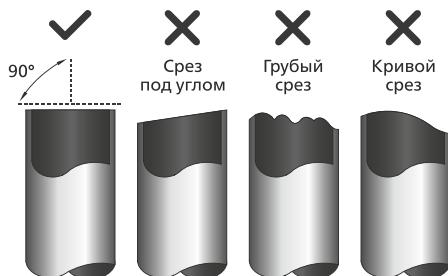

Рис. 7.2
- 1. Труба должна быть отрезана строго под углом 90°. Примеры неправильной обрезки показаны на рис. 7.2.